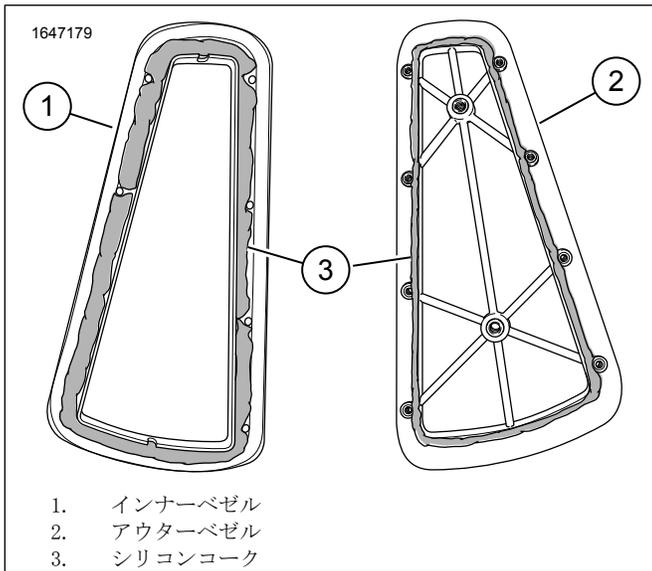

図12。ベゼル
7. 図12を参照してください。シリコンコーク(3)をインナー(1)およびアウター(2)ベゼルに塗布します。